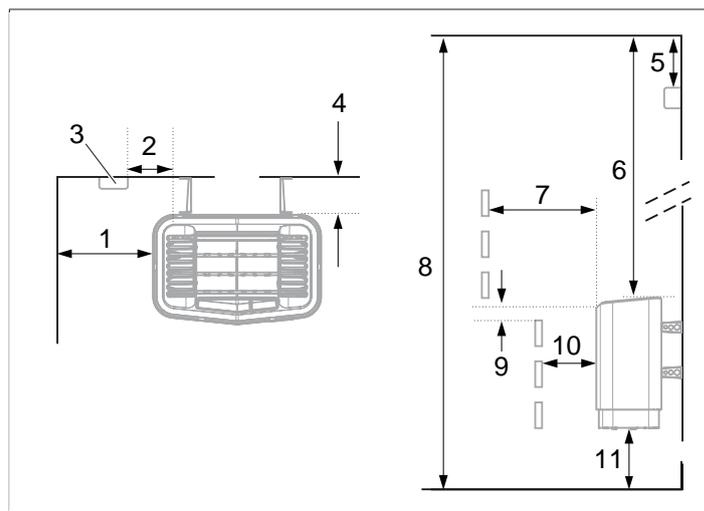

Рисунок 3: Размещение каменки – нормальная установка
- Planera sensors placering (se **Рисунок 3**, страница 2 samt **Рисунок 5**, страница 3).
- на безопасном расстоянии от пола, боковых стен и интерьера (см. **Рисунок 3**, страница 2).
Установить датчик, как показано на рисунке (см. **Рисунок 3**, страница 2).